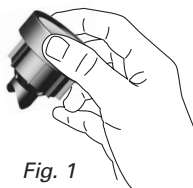

Fig. 1
1. Lensgedeelte (lens en reflector) Het lensgedeelte wordt alleen verwijderd als het lampje vervangen moet worden. Het reflectorgedeelte is in de fabriek afgedicht en mag niet van de lensdop losgehaald worden (afb. 1). **Lens:** De lens van high-efficiency voorgespannen glas op het Mag Charger® Rechargeable zaklantaarnsysteem maakt integraal deel uit van het optisch systeem. Het glas is fijngeslepen, gepolijst en voorgespannen voor deze toepassing. Naast de hoge lichtdoorlatendheid is de lens tevens beter bestand tegen temperatuur, zuur en oplosmiddelen. **Reflector:** Hooggepolijste, wetenschappelijk ontworpen metalen reflector die bestand is tegen extreme temperaturen.